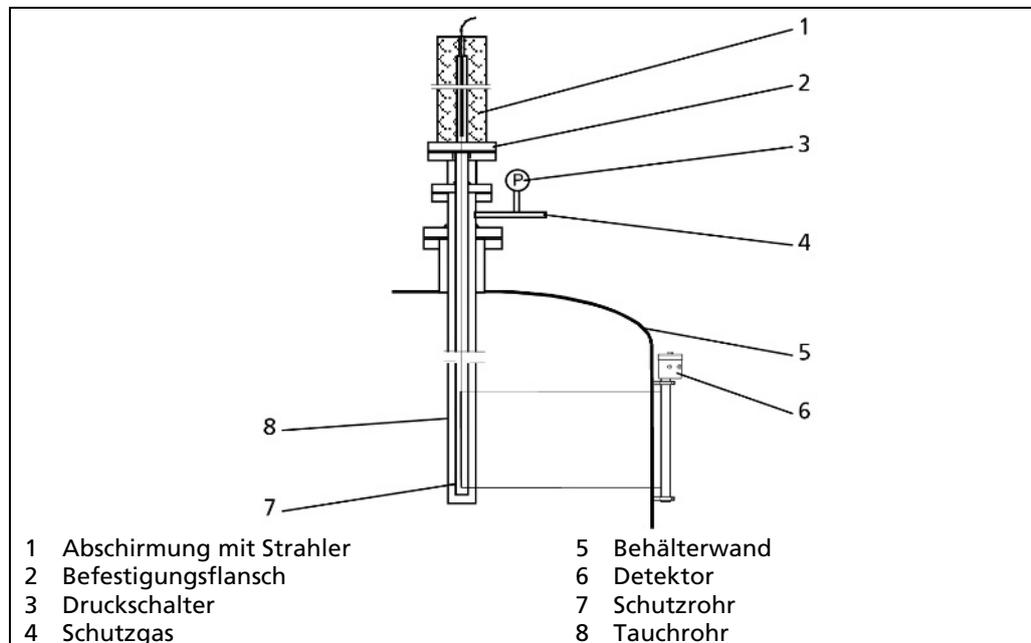
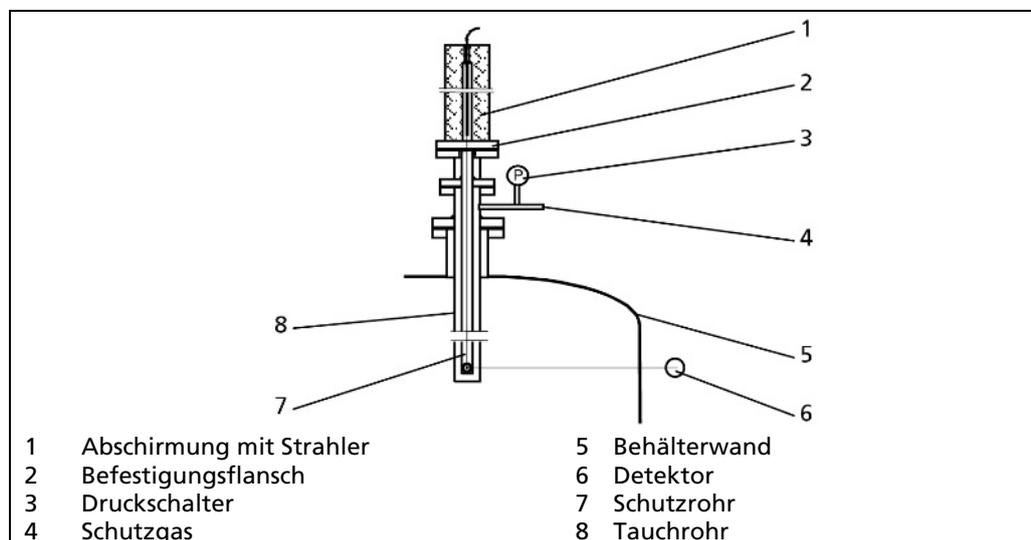

Abb. 8 Tauchrohrmontage mit Stabstrahler-Abschirmung
Abb. 9 Tauchrohrmontage mit Punktstrahler-Abschirmung
In bestimmten Anwendungen ist es erforderlich, Beschädigungen am Tauchrohr zu erkennen, damit der Strahler rechtzeitig sichergestellt werden kann. Abb. 8 und Abb. 9 zeigen Einbauvorschläge, die den höchsten Sicherheitsanforderungen genügen. Dazu wird ein doppelwandiges Schutzrohr verwendet, bei dem der Zwischenraum mit einem Schutzgas gefüllt ist. Über einen Druckschalter wird jede Beschädigung oder Undichtheit sofort gemeldet.
5. Positionieren Sie die Abschirmung (Abb. 8; Abb. 9, Pos.1) am Befestigungsflansch (Abb. 8; Abb. 9, Pos. 2) in Montageposition auf dem Tauchrohr (Abb. 8; Abb. 9, Pos. 8) des Behälters. Das Tauchrohr ist vom Anwender abhängig von den konstruktiven Gegebenheiten von oben, unten oder seitlich am Behälter anzubringen.